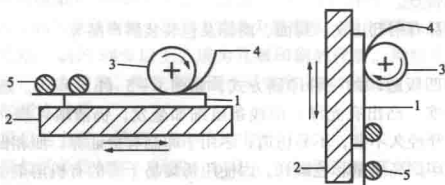

图1-3 圆压平式印刷机结构示意图
b. 圆压平式印刷机。圆压平式印刷机是印版版台呈平面形,压印机构为滚筒,又称压印滚筒。印版随版台,在压印滚筒下部,左右或上下往复移动,压印滚筒带着承印物,边旋转边加压,进行印刷,如图1-3所示。压印滚筒对纸张施加的压力,比平压平式印刷机小,但比轮转印刷机大,印刷质量较好。